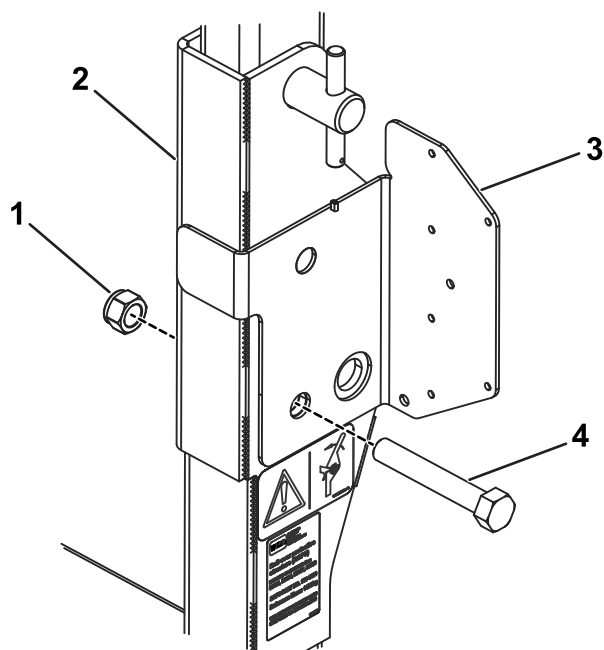

Figura 2
- Alinee el orificio del soporte de la luz izquierdo con este orificio e inserte el perno nuevo (Figura 2).
- Instale la contratuerca (M16) en el perno y apriétela a 15 N m (Figura 2).